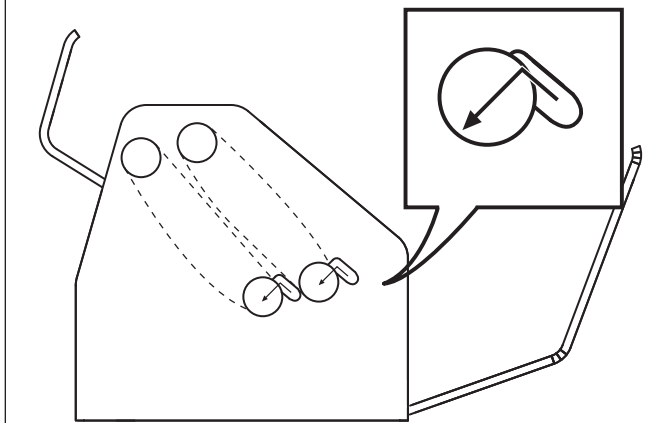

Figura 10. Soltar las envolturas de correas
6. Remítase a la Figura 10. Empuje hacia arriba y luego deje caer ambos rodillos inferiores delantero y trasero hasta que se traben en su sitio. Esto eliminará la tensión en ambas envolturas de correas.
2. Confirme que ambos rodillos inferiores estén trabados en la posición superior (Figura 10).